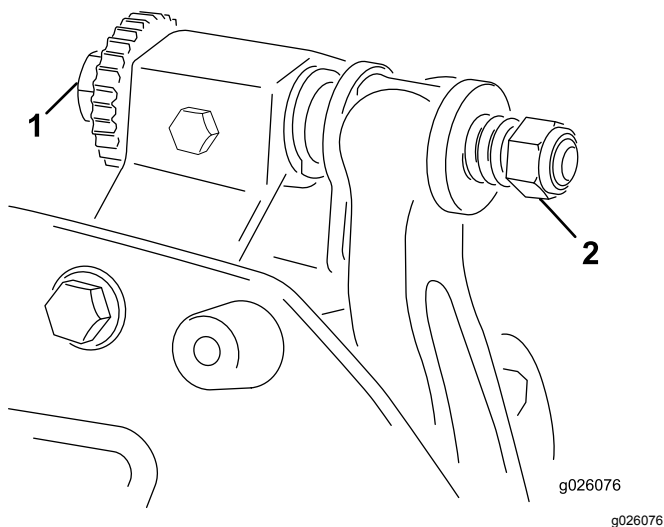

Figure 4
- A. Tournez les boutons de réglage de la contre-lame dans le sens horaire (Figure 4), un cran à la fois, jusqu'à ce que vous sentiez et entendiez un léger contact.
6. Tournez le boulon de réglage droit de la barre d'appui (Figure 4) jusqu'à ce que vous sentiez une légère pression sur la cale lorsque vous la faites glisser d'un côté à l'autre. Enlevez la cale.